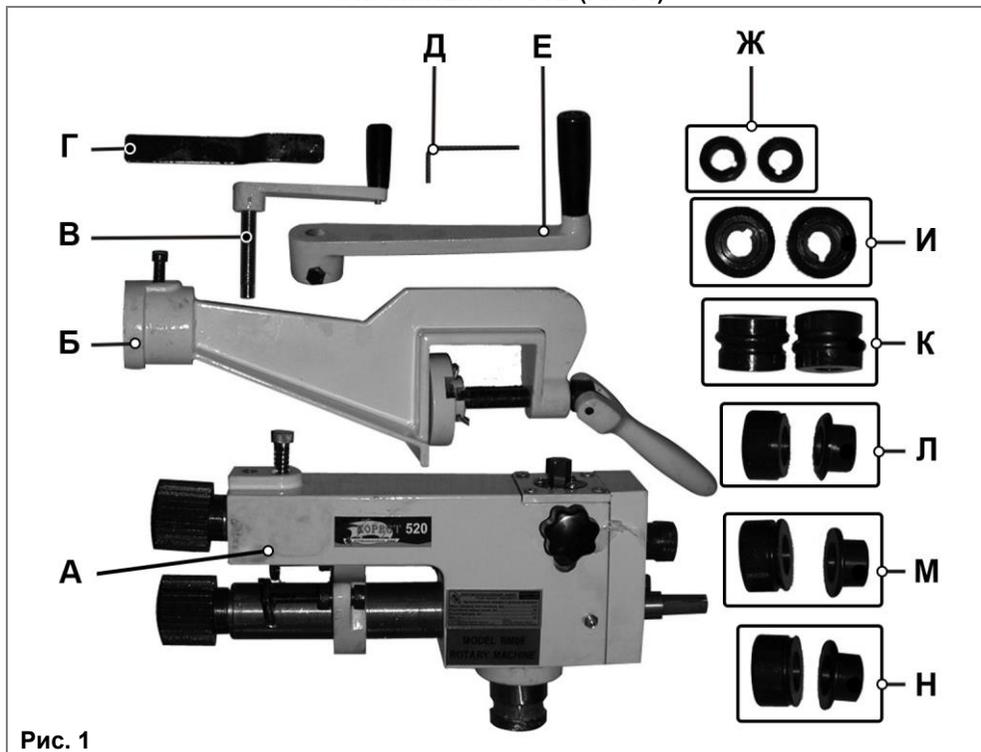

Рис. 1
3. КОМПЛЕКТНОСТЬ (Рис. 1)
8.4.1. Отверните шестигранным ключом (Д) (Рис. 1) винт стопорной пластины (4).
8.4.3. Заверните шестигранным ключом (Д) (Рис. 1) винт стопорной пластины (4).